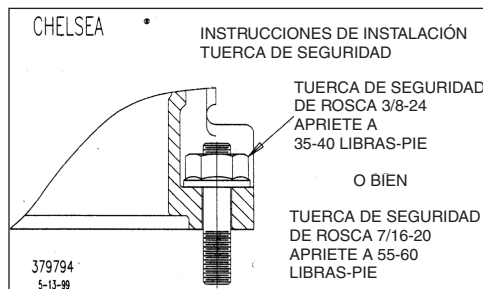

Fig. 16
17. Use las tuercas de seguridad que se proporcionan con la PTO (Fig. 16)